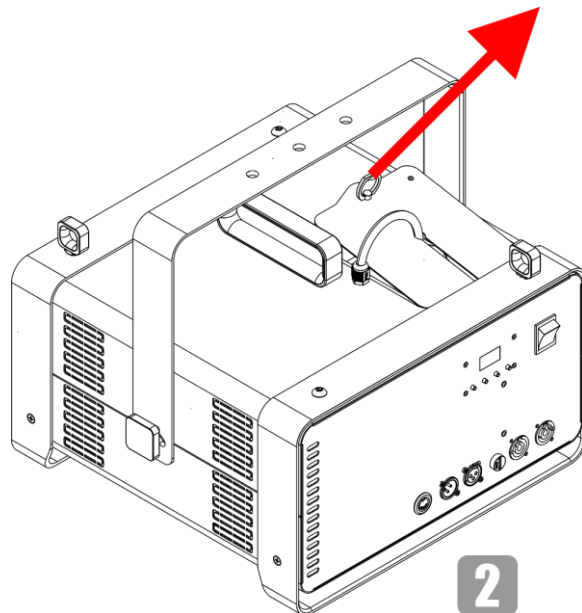

Fig. 22
- 02) Abra la tapa de servicio como se indica en la Fig. 22.